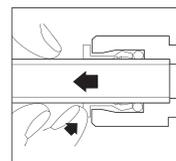

Abb. 3
- ▶ Drücken Sie zum Entfernen die Klemmhülse ein und ziehen Sie die Leitung heraus (Abb. 3).